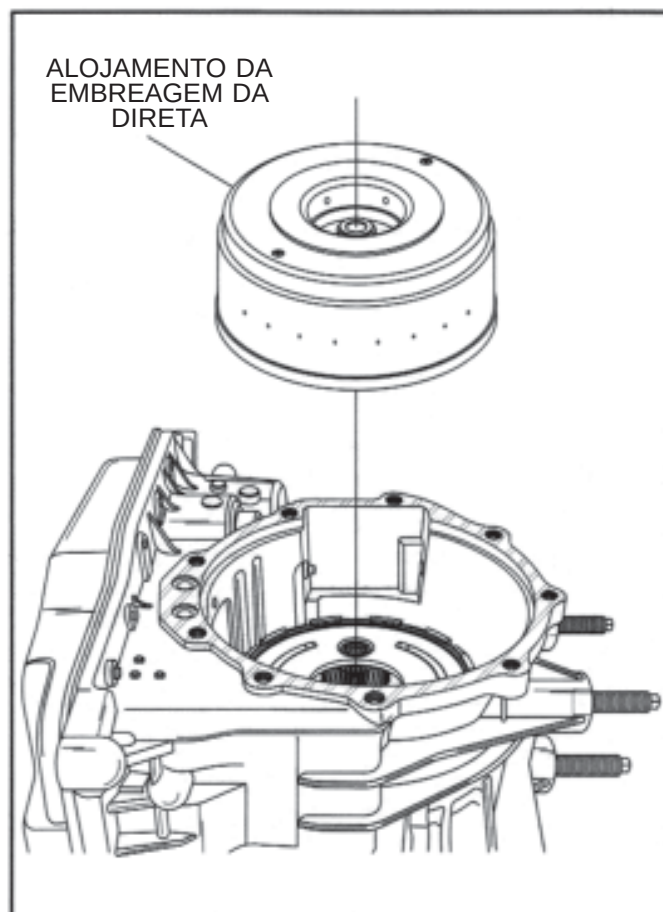

Figura 29
16. Remova da transmissão o alojamento da embreagem da direita/ré, conforme ilustrado na Figura 29.